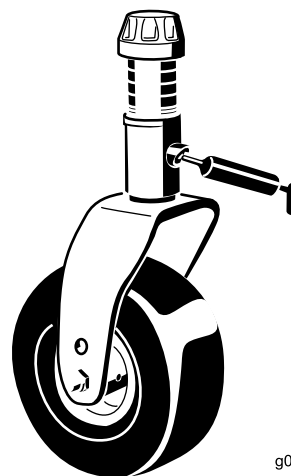

Figura 68
- Casquillo del eje de la horquilla de la rueda giratoria (1) (Figura 68)
- Casquillo del pivote del brazo tensor — situado en el brazo tensor (1)